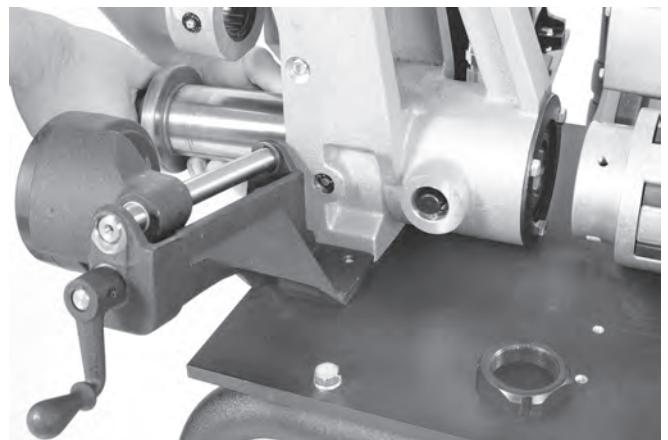

Figura 25 – Extracción del conjunto del eje de mando
3. Extraiga el eje de mando de la parte delantera de la ranuradora (*Figura 25*).